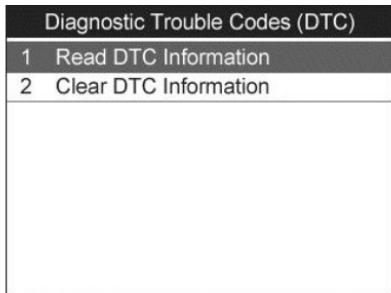

Figura 9.14
- 2) Use el botón de desplazamiento **ARRIBA/ABAJO** para seleccionar **Leer Información de DTC** y presione el botón **OK**. (Figura 9.14)
- 2) Use el botón de desplazamiento **ARRIBA/ABAJO** para seleccionar **Borrar Información de DTC** y presione el botón **OK**. (Figura 9.14)